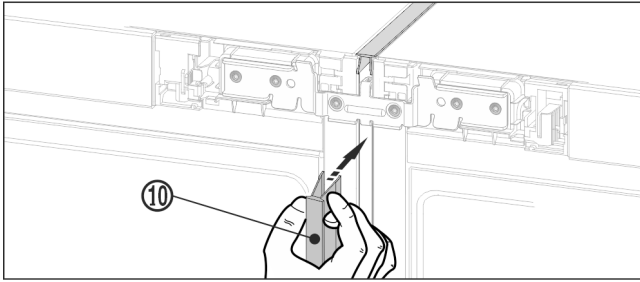

Fig. 22
- ▶ Tryck in den långa täcklisten Fig. 22 (10) i den vertikala spalten på framsidan. Kontrollera då att listerna går upp mot förbindelseplåten.